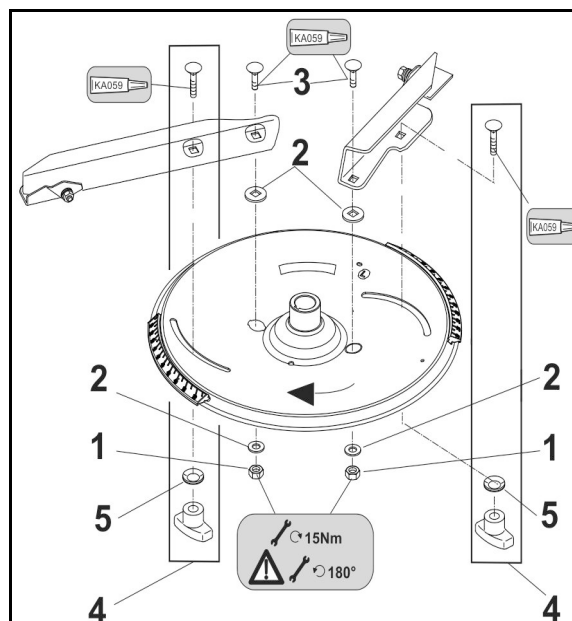

Рис. 90
2. Разгрузите пружины (Рис. 90/1) ослаблением гаек (Рис. 90/2).